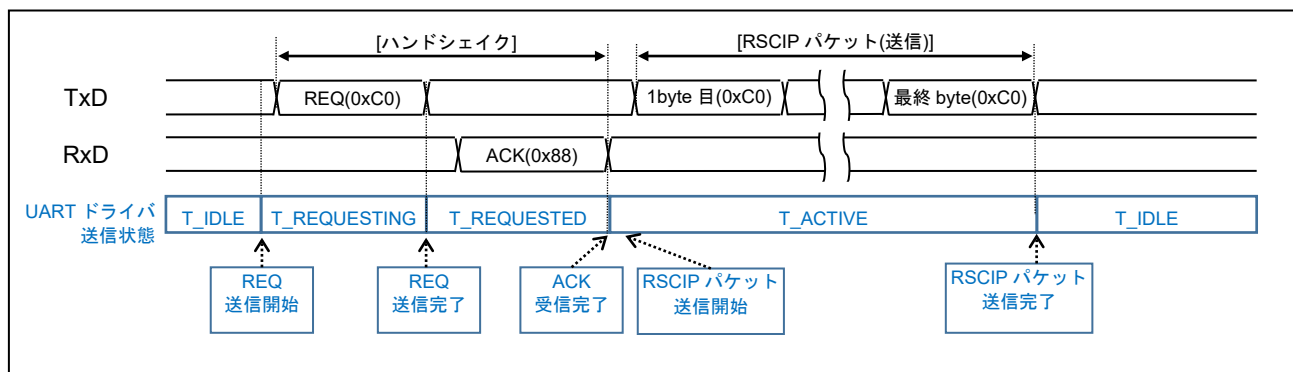

図 4-3 Host MCU が BLE MCU からの rBLE パケットを受信していない場合の動作
- (a) Host MCU が BLE MCU からの RSCIP パケットを受信していない(図 4-3)